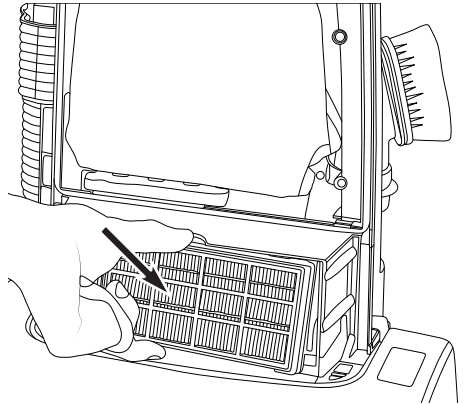

Fig. 2
2. Retire el filtro de escape HEPA del frente del compartimento de la bolsa. (Fig. 2)